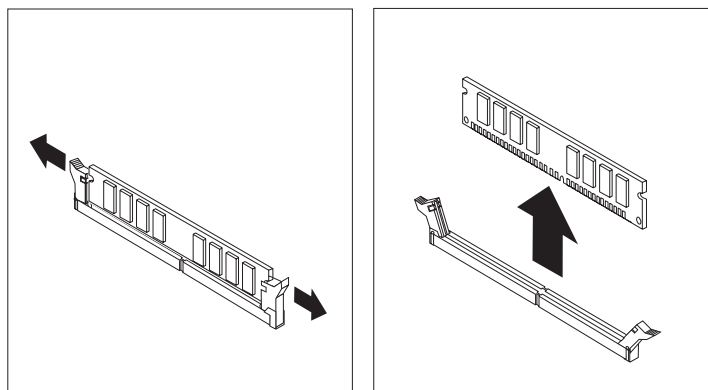

Рисунок 30. Как снять модуль памяти
4. Снимите заменяемый модуль памяти, открыв фиксирующие защелки, как это показано на рисунке. Смотрите рис. 30 на стр. 36.